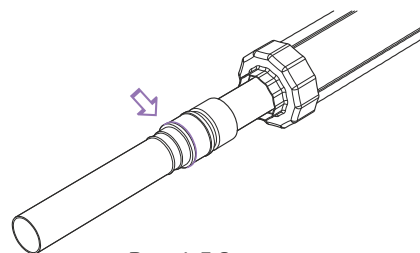

Рис. 4.5.9
10. После запрессовки визуально убедиться, что между буртом втулки пресс-фитинга и торцом гильзы надвижной нет зазоров (рис. 4.5.9).